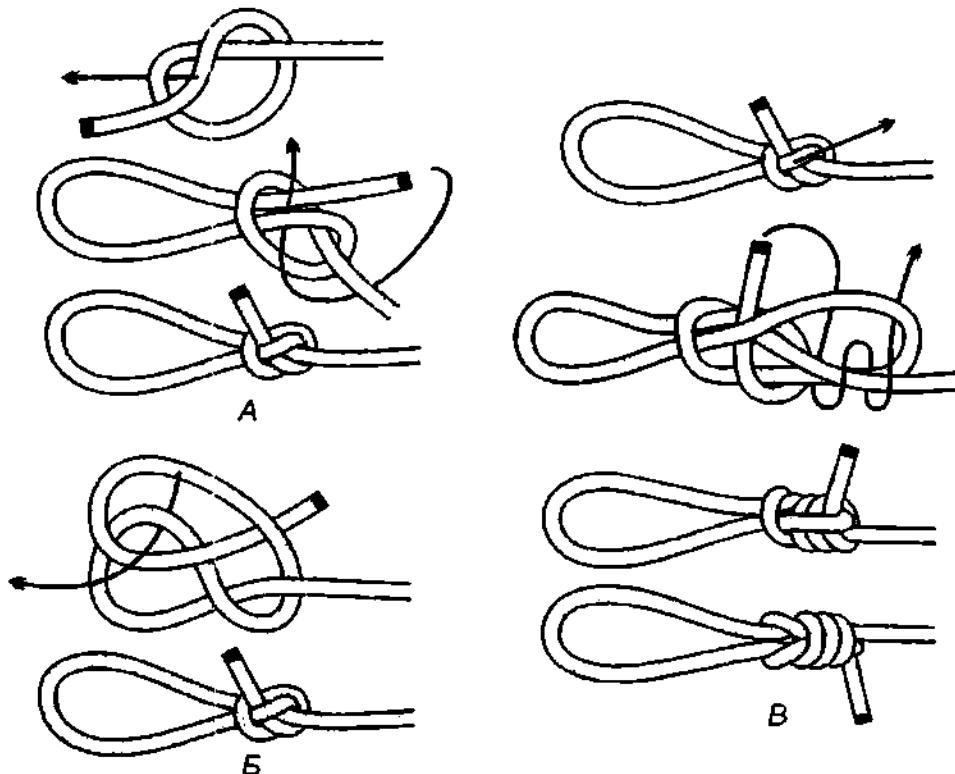

Рис. 199. А – 1-й способ вязки балочной петли; Б – 2-й способ вязки балочной петли; В – балочная петля с двумя шлагами.
**Балочная петля** – несложный и очень крепкий узел (рис. 199 А). Узел петли тугой и стабильный, он не ползёт, легко развязывается и позволяет легко и быстро изменять размер рабочей петли. **Балочная петля** со шлагами ещё более надёжна и безопасна (рис. 199 В). Из *простого узла* петля может быть завязана на открытой и замкнутой опоре.